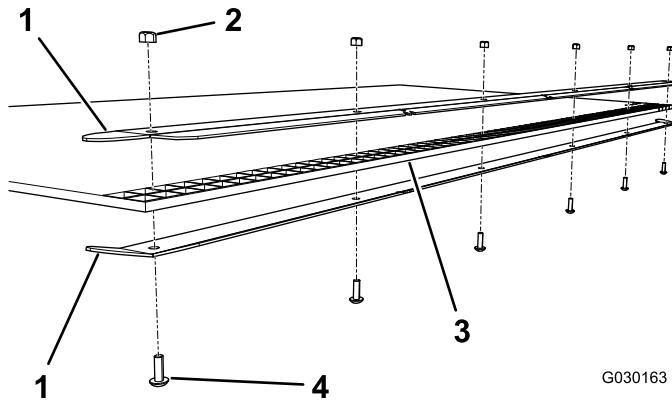

Figure 5
2. Montez les supports du tapis sur le bord du tapis traîné en serrant légèrement 6 vis (5/16 x 1 po) et 6 contre-écrous (5/16 po), comme montré à la Figure 5.
- Montez les supports du tapis sur le bord du tapis traîné en serrant légèrement 6 vis (5/16 x 1 po) et 6 contre-écrous (5/16 po), comme montré à la Figure 5.